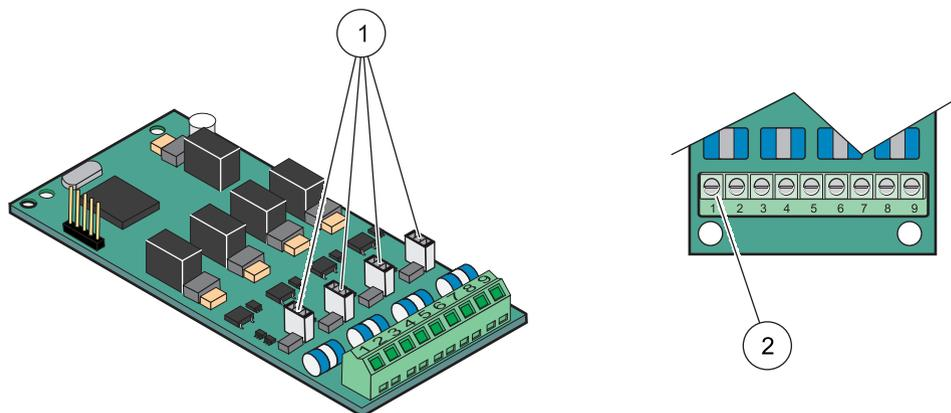

Figura 22 Configurações das conexões do cabo e dos jumpers do cartão de entrada (YAB018)
4. Coloque o cabo pela base do módulo e prepare adequadamente e insira cada fio no terminal de acordo com Figura 22 e Tabela 5. Puxe gentilmente cada inserção para ter certeza que a conexão está segura.